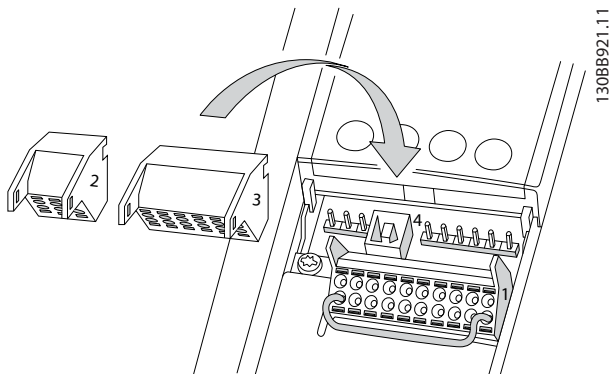
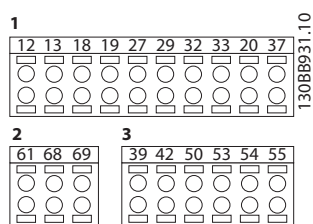

Рисунок 4.7 Расположение клемм управления
Рисунок 4.8 Номера клемм
- Если преобразователь частоты подключен к термистору, провода цепи управления данного термистора должны быть экранированы и иметь усиленную/двойную изоляцию. Рекомендуется использовать напряжение питания 24 В пост. тока. См. Рисунок 4.7.
На Рисунок 4.7 и Рисунок 4.8 показаны съемные разъемы преобразователя частоты. Функции клемм и настройки по умолчанию приведены в Таблица 4.2 и Таблица 4.3.